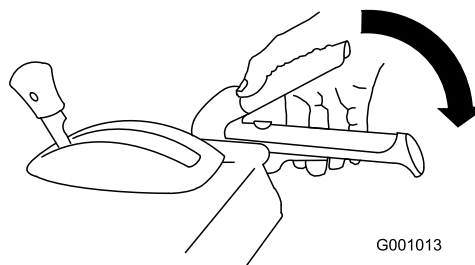

Figure 19
1. Pour engager la vis sans fin/turbine, serrez le levier droit (vis sans fin/turbine) contre la poignée (Figure 19).